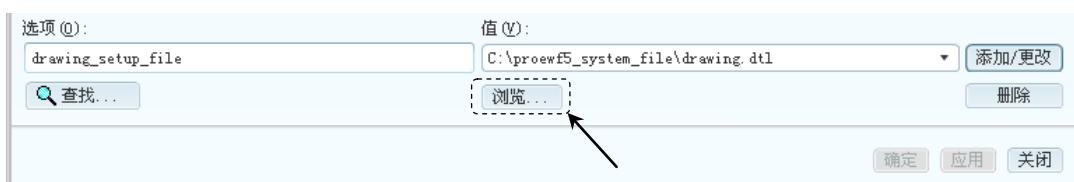

图 10.2.2 “浏览”按钮的位置
② 单击“选项”对话框下部的 浏览... 按钮，如图 10.2.2 所示。